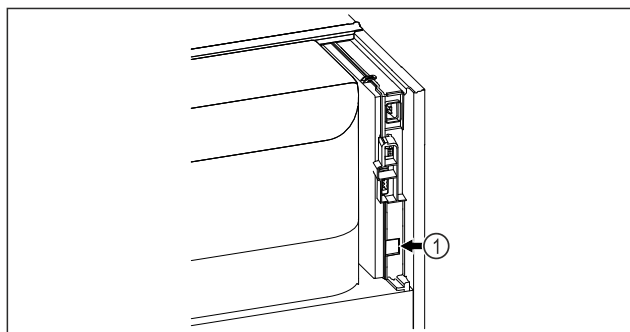

Fig. 90
- A SmartModule Fig. 90 (1) be van helyezve.